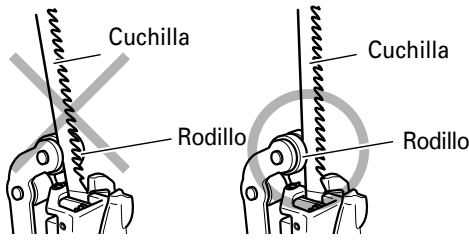

Fig. 8
- Compruebe la cuchilla provista entre la ranura del rodillo. (Fig. 8)